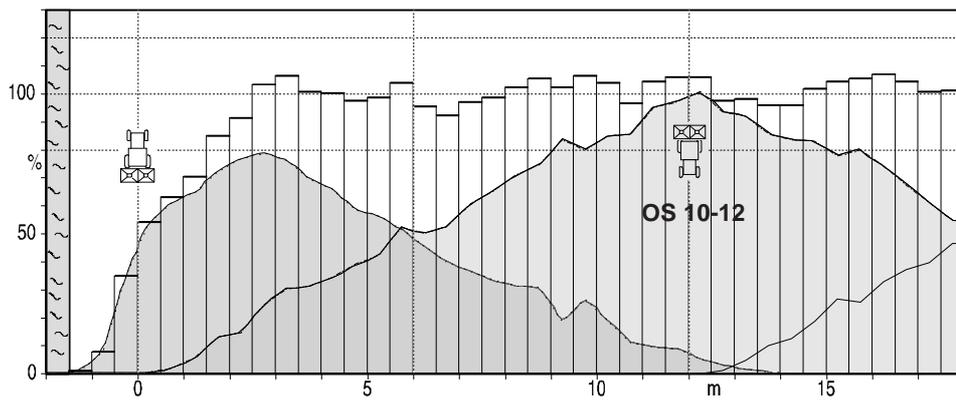

Fig. 4.4
Dans le cas du VarioDisc 10-18, la projection atteint environ 36 m (comparez avec la fig. 4.4). Il en résulte des zones de recroisement importantes à 15,16 et 18 m qui présentent un avantage certain du point de vue de la régularité d'épandage. Pour les largeurs de travail 10m et 12 m, ces grandes largeurs de projection peuvent être nuisibles en particulier en cas d'utilisation du déflecteur de bordure.
**Compte tenu que le projet de réglementation sur l'emploi des fertilisants interdit toute projection d'engrais hors des limites de la parcelle**, il n'est possible de s'y conformer, dans les cas exposés ci-dessus, qu'en utilisant les VarioDisc OS 10-12 (voir fig. 4.4).